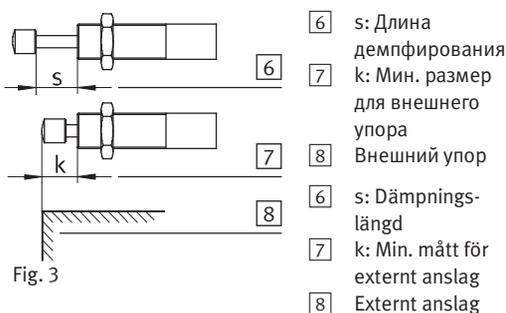

Fig. 3
- Внешний упор [8] (→ Fig. 3) препятствует перегрузке YSRW под действием завышенных инерционных сил и дополнительно предлагает прецизионный концевой упор (→ Fig. 3).
- Уменьшите скорость при столкновении; измерьте длину демпфирования (s) [6] (→ Fig. 3) для контроля (→ “Технические данные” Fig. 8). Недостаточная длина демпфирования свидетельствует о потере большого количества масла. В этом случае требуется заменить YSRW.
- Обращайте внимание на потерю масла в YSRW после примерно 2 млн. рабочих циклов. При этом рекомендуется проводить контрольное измерение длины демпфирования (s) (→ Fig. 3) YSRW.